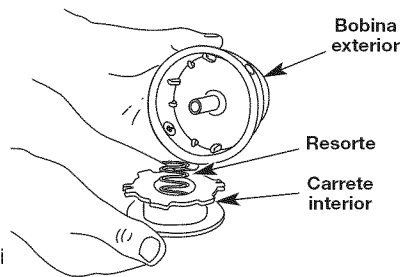

Fig. 15
2. Saque el carrete interior de la bobina exterior (Fig. 15).
3. Saque el resorte del carrete interior (Fig. 15).
- Saque el carrete interior viejo de la bobina exterior (Fig. 15).
- Saque el resorte del carrete interior viejo (Fig. 15).